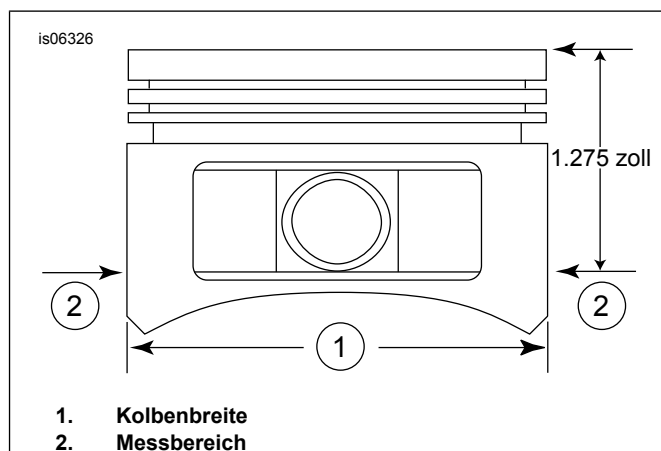

Abbildung 2. Kolbenmessungen
5. Siehe Abbildung 2. Die Kolbenbreite (1), 90 Grad horizontal von beiden Seiten des Kolbenbolzenlochs und 1,275 in unterhalb der Bodenfläche (oben) des Kolbens (2) messen. Die Passung zwischen Kolben und Zylinder an dieser Stelle aus Tabelle 11 ablesen.